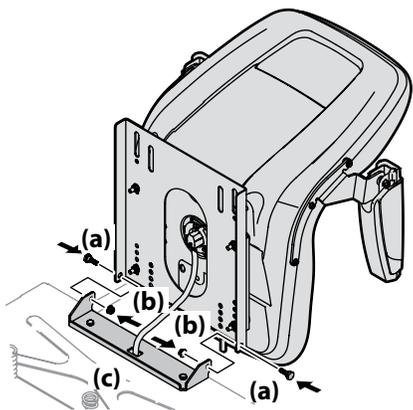

Figura 2-4
3. Gire el asiento hasta la posición deseada y asegúrelo en su lugar con los tornillos de reborde y las tuercas de seguridad con brida que extrajo antes. Tenga cuidado de no doblar o dañar el cableado mientras instala el asiento. Vea la Figura 2-4.